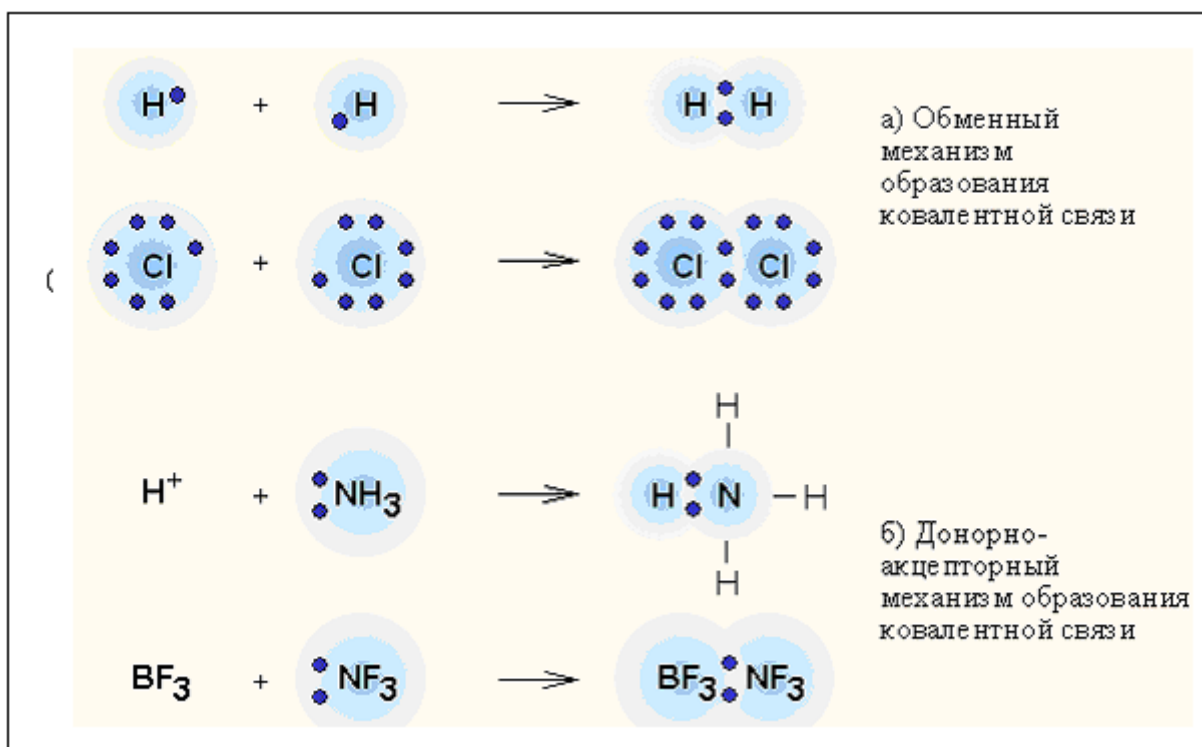

Рис.1. Обменный (а) и донорно-акцепторный (б) механизмы образования ковалентной связи
В результате расчета впервые были получены значения энергии связи, которые хорошо согласовывались с экспериментальными данными. Решение волнового уравнения можно представить графически (рис. 1).
Рис.1. Изменение потенциальной энергии системы (E) при образовании молекулы водорода из атомов. E_0 – энергия системы, состоящей из двух невзаимодействующих атомов; r – расстояние между ядрами